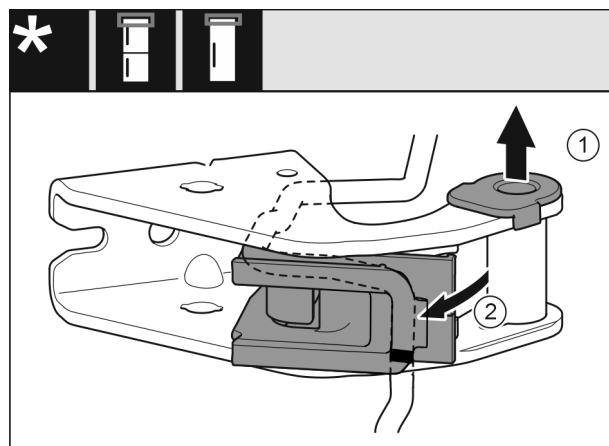

Fig. 17
- ▶ Vytáhněte ložiskové pouzdro z vedení. Fig. 17 (1)
- ▶ Otočte držák kabelu ven. Fig. 17 (2)